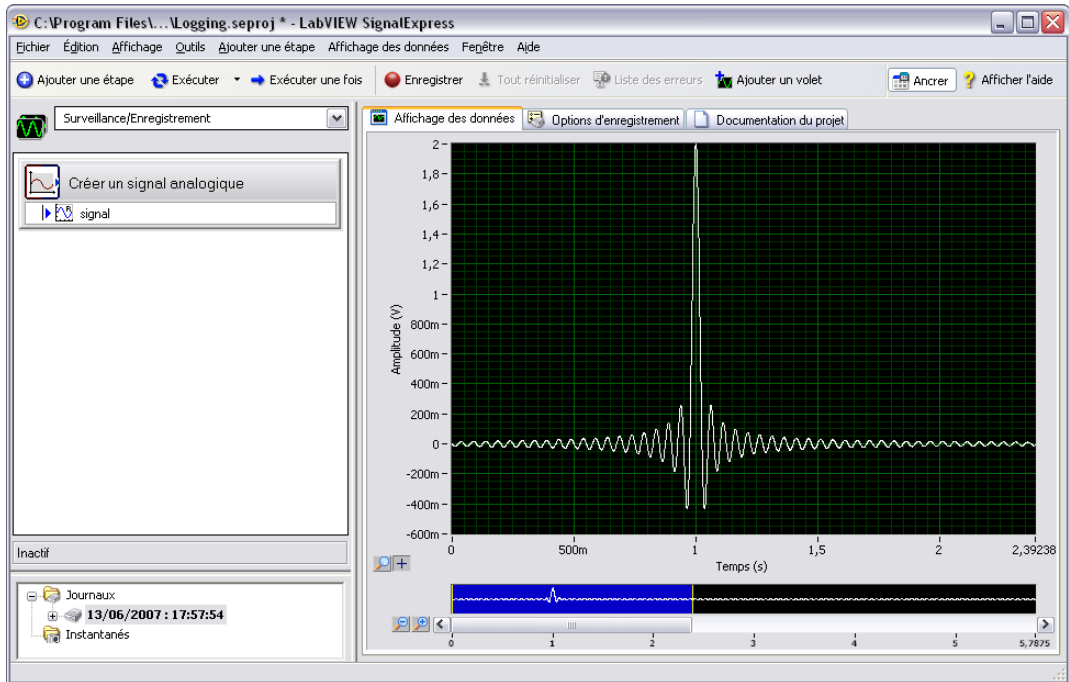

Figure 5-2. Logging.seproj
2. La fenêtre **Données enregistrées** présente la liste de toutes les données enregistrées dans le projet actuel. Sélectionnez le journal de données que vous venez d'enregistrer dans la fenêtre **Données enregistrées** et faites-le glisser dans l'**Affichage des données**. L'**Affichage des données** affiche les données enregistrées et un graphique d'aperçu, comme le montre la figure 5-2. Le signal affiché dans l'**Affichage des**
données peut différer de celui montré dans la figure 5-2 en fonction de la durée d'enregistrement du signal.